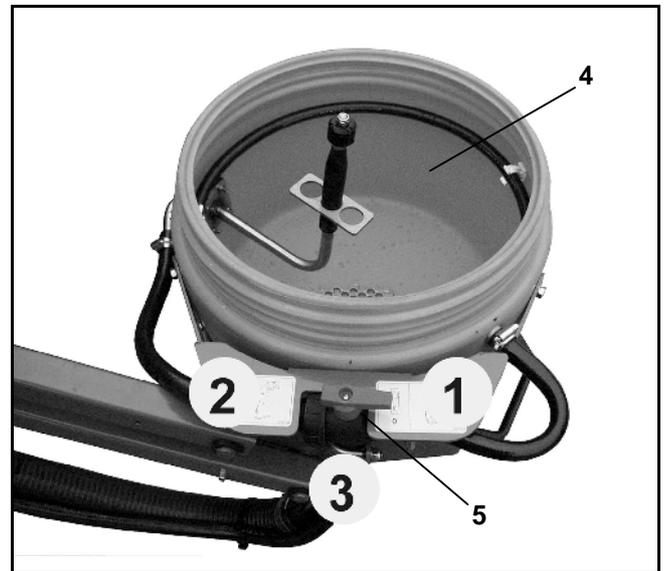

Fig. 7.11
- Cargar en el recipiente de llenado (Fig. 7.11/4) la cantidad de preparado o bien de urea calculada y medida para el llenado del recipiente.
- Girar el grifo conmutación de 3 vías (Fig. 7.11/5) a la posición 3 (cerrar tubería anular).
- Girar el grifo de conmutación de 3 vías (Fig. 7.11/5) a la posición 3 (cerrar).